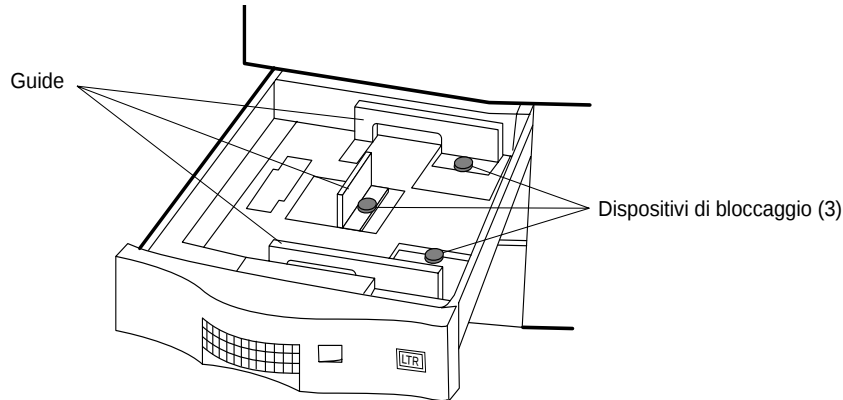

Figura 3-5 Guide della carta
1. Ciascuna guida della carta dispone di una rondella di bloccaggio blu, come mostrato nella Figura 3-5.